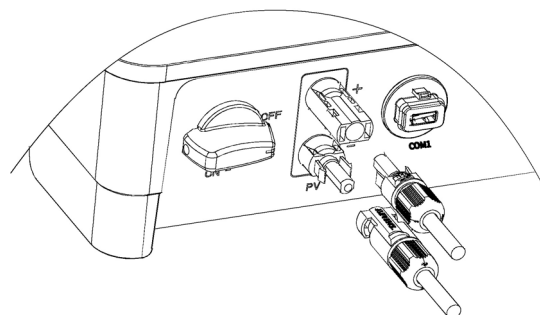
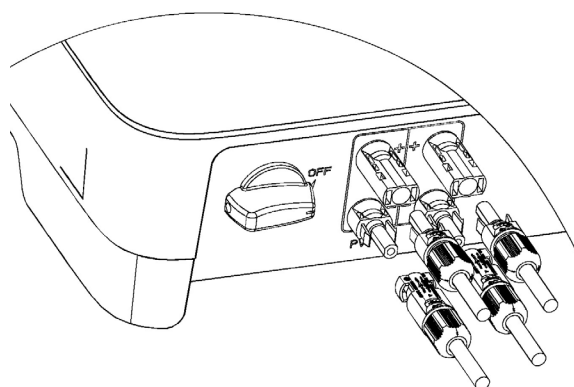

Fig. 45. Conexión terminales entrada DC equipos con 1 MPPT.
Fig. 46. Conexión terminales entrada DC equipos con 2 MPPT.
4. Inserte los conectores positivo y negativo en los terminales de entrada de DC respectivos del inversor. Se debe oír un clic si los terminales están bien conectados, tal como se muestra en la Fig. 45 y Fig. 46: